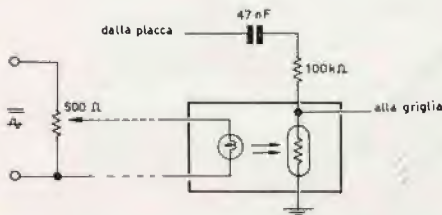

Figura 3
**Interessante per l'HI-FI** (figura 3), i cavi dei potenziometri raccolgono rumori se lunghi; fate così: col potenziometro si agisce sulla lampadina, e questa farà variare la fotoresistenza; naturalmente lampada e fotoresistenza dovranno essere chiuse in uno stesso involucro opaco, vicino alla griglia del tubo da controllare; i cavi del potenziometro che comanda la lampadina potete farli lunghi fin che volete, e non schermati.